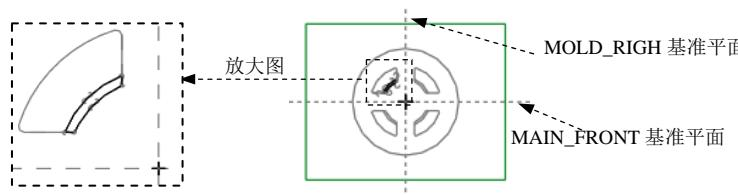

图 18.17 截面草图
(4) 进入草绘环境后, 选取 MOLD_RIGHT 基准平面和 MAIN_FRONT 基准平面为草绘参考, 利用“投影”命令绘制图 18.17 所示的截面草图(参考录像选取)。完成特征截面的绘制后, 单击“草绘”操控板中的“确定”按钮 。